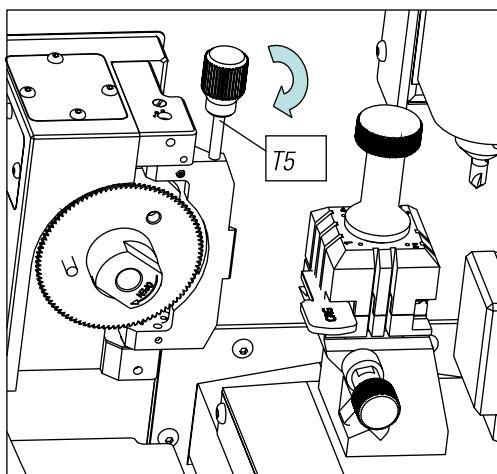

FIG. 22
- 1) Placer le CRG (T4) dans l'étau MP1 sur le côté 1 (Fig.22)